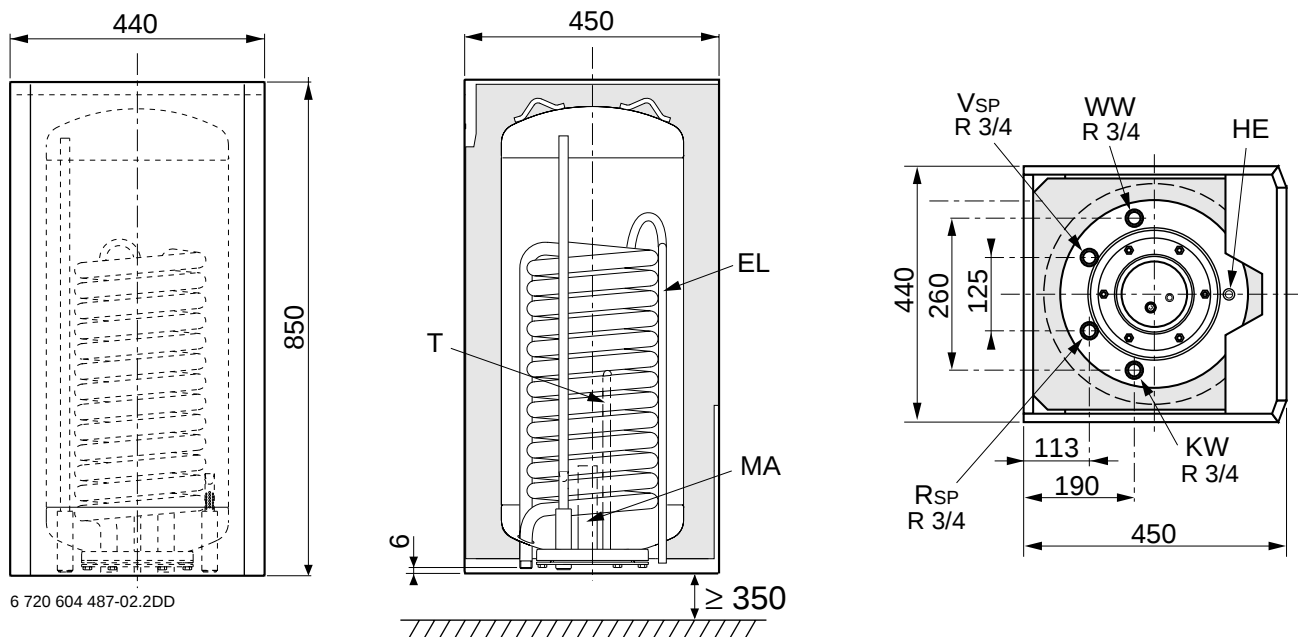

Bild 1
- ▶ An der höchsten Stelle zwischen Speicher und Heizgerät, zur Vermeidung von Betriebsstörungen durch Lufteinschluss, eine **wirksame Entlüftung** (z. B. Lufttopf) vorsehen. Heizschlange über Handentlüfter entlüften (Bild 1, Pos. HE).